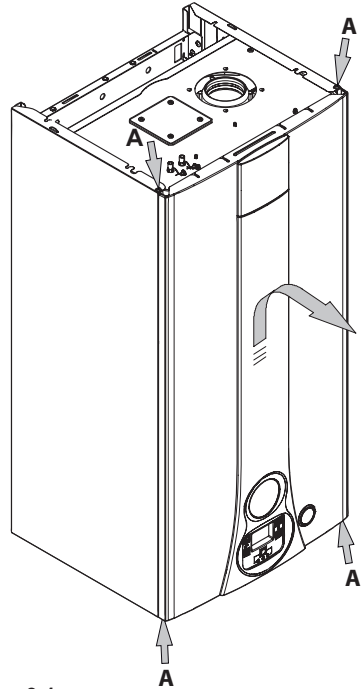

Figura 9.1
- Quite los tornillos A. Desmonte el panel frontal tirando de él hacia usted Figura 9.1.